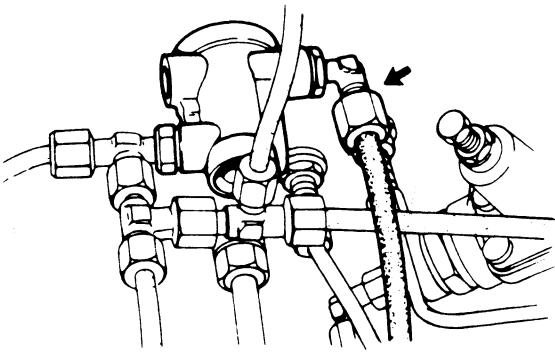

Fig. 10
- Neem de luchtleiding van de motorrem los; dit geschiedt onderaan de kabinevloer (Fig. 10).